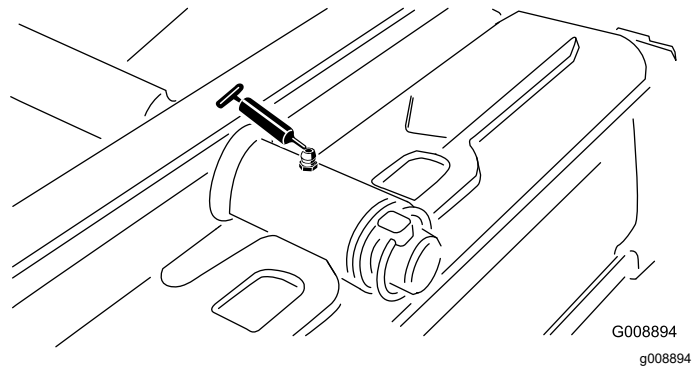

Bild 33
- Drehbüchsen am hinteren Mähwerk (**Bild 33**)